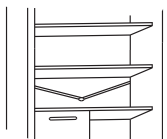

Fig.12
- Tenere pulito il condotto di scarico dell'acqua (fig. 12) nel vano frigorifero, per evitare la presenza di acqua all'interno.